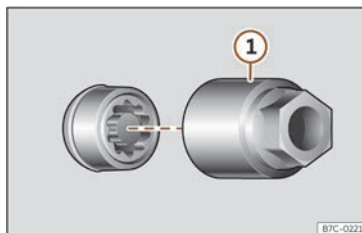

Fig. 199 Caragol antirotatori de la roda amb caputxó i adaptador.
- Encaixeu l'adaptador especial >>> **fig. 199** ① (eina de bord >>> pàg. 284) en el caragol antirotatori de la roda fins al límit.